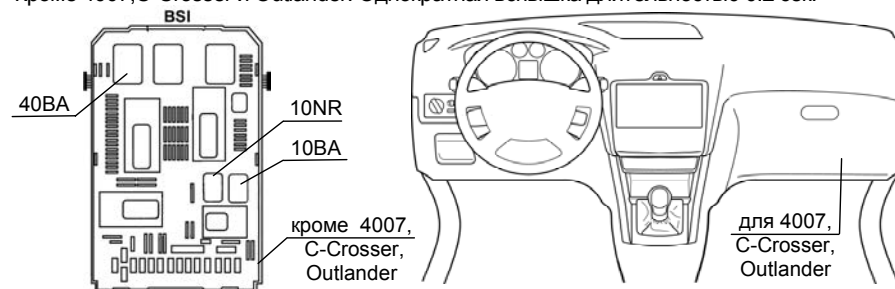

Рисунок 2. Рекомендуемое место подключения к шине CAN.
- 2.3. Подключить Серый и Синий провода разъема X1 к информационной шине CAN автомобиля. На автомобилях 4007, C-Crosser и Outlander шина CAN доступна в жгуте за перчаточным ящиком и представляет собой витую пару проводов: зелено-коричневый (CAN-H) и сине-серый (CAN-L). На остальных моделях перечисленных в разделе 1 шина CAN представляет собой витую пару проводов доступную в модуле BSI, под пластиковым кожухом слева от рулевой колонки в 10-контактном разъеме БЕЛОГО цвета 10BA (смотри рисунок 2) контакты №3 (CAN-H) и №5 (CAN-L).